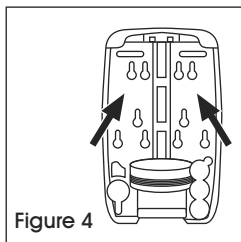

Figure 4
5. Appuyez fermement le distributeur sur la surface de montage en exerçant une pression sur l'intérieur de la plaque arrière pendant 30 secondes. Attendez au moins 24 heures avant de le remplir. (Voir Figure 4)